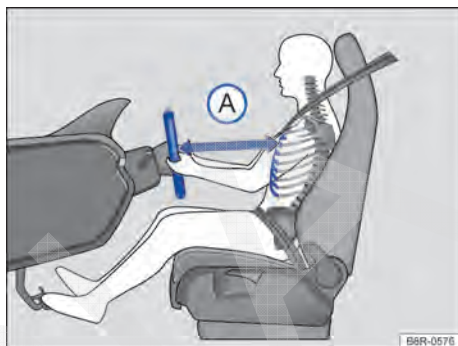
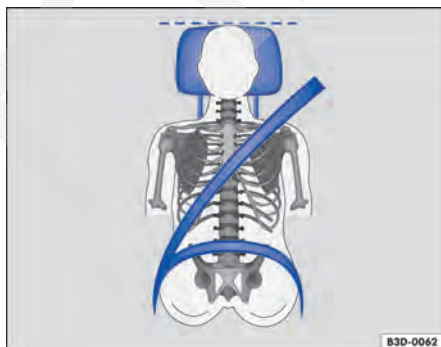

Fig. 42 A distância correta entre o condutor e o volante (A) deve ser de, no mínimo, 25 cm.
Fig. 43 Posição correta do cadarço do cinto de segurança e ajuste correto do apoio para cabeça.
- Ajustar o banco de modo que a distância entre ele e o tórax tenha no mínimo 25 cm → Fig. 42 (A) e que o condutor possa segurar o volante pela borda externa com as duas mãos e os braços ligeiramente dobrados.
- Para os bancos com apoio para cabeça: ajustar o apoio para cabeça de modo que a sua borda superior se encontre preferencialmente na mesma linha da parte superior da cabeça → Fig. 42 e → Fig. 43 – porém não abaixo da altura dos olhos. Posicionar a parte posterior da cabeça o mais perto possível do apoio para cabeça.